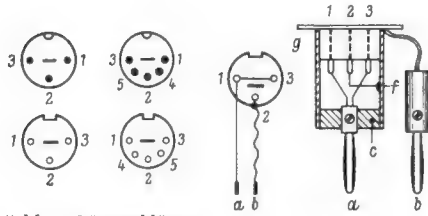
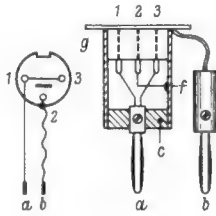
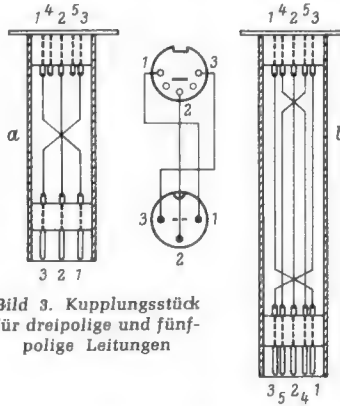
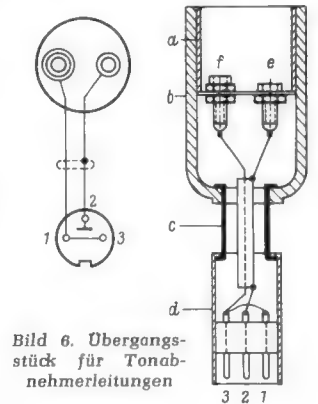

Bild 1. Lötanschlüsse bei Dioden-Normsteckern und Buchsen
Bild 2. Übergangsstück Diodenbuchse auf Bananenstecker
Bild 3. Kupplungsstück für dreipolige und fünfpolige Leitungen
Bild 6. Übergangsstück für Tonabnehmerleitungen
Zweckmäßig erregt man mit dem Impuls ein Relais, dessen Kontakte dann die gewünschten Funktionen auslösen. Die Standardschaltung hierzu zeigt Bild 2. Die in jedem Gerät vorhandene Endstufe wird über einen fest eingestellten Pegelregler auf den Ausgang des Wiedergabeverstärkers geschaltet. Parallel zum Ausgangsübertrager liegt über einen Trennkondensator ein Brückengleichrichter mit einem Ladekondensator und der Relaiswicklung. Etwaige Entzerrnetzwerke vor dem Gitter müssen vom Pegelregler umgangen werden. Der Übertrager ist mit dem Kondensator C_p auf eine von den Geräteeigenschaften abhängige Frequenz abgestimmt; infolge der starken Dämpfung ist die Resonanzkurve sehr breit. Diese Maßnahme ist grundsätzlich zu empfehlen. Um eine möglichst hohe Markierungsspannung zu erhalten, wird man den Abtastabstand nicht größer als unbedingt nötig wählen. Man macht nun zusätzlich von der unter Punkt 3 beschriebenen Möglichkeit der frequenzabhängigen Trennung Gebrauch und berücksichtigt bei der Festlegung von f_M möglichst auch die Formel (1).
Bild 2. Standardschaltung der Endstufe zur Impulsabfrage. L ist der normale Lautstärkereglere, V ein Pegelregler, mit dem der Relais-Ansprechpegel eingestellt wird. Die übrige Schaltung bis zum Hörkopf bleibt unverändert. Im allgemeinen muß lediglich dafür gesorgt werden, daß im Suchlauf der erforderliche Band - Kopf - Abstand eingehalten wird
Bei dieser Bemessung kann der Kondensator C_k unter Umständen weggelassen werden. Der Ladekondensator C_L dient mehreren Zwecken: er verhindert Flattern des Relais bei tiefen Frequenzen trotz der Frequenzverdopplung durch den Brückengleichrichter; er bringt eine Anzug- und Abfallverzögerung, die das Ansprechen bei Störimpulsen kurzer Dauer, bei Knackgeräuschen usw. verhüten soll. Bild 3 zeigt die nach dieser Schaltung gewonnene Relais-Gleichspannung.
Bild 3. Verlauf der Relaisgleichspannung in einer Schaltung nach Bild 2, jedoch mit $\alpha = 2,5$ mm. Die Unterdrückung der Wellenlänge $8,3$ mm (≈ 30 Hz) gegenüber der Wellenlänge 19 mm der Markierungsfrequenz 10 Hz beträgt etwa 17 dB. Der gegen Bild 1 steilere Verlauf rührt im wesentlichen vom vergrößerten Abstand her, zum kleinen Teil wirken sich die Abstimmung des Ausgangsübertragers und die Gleichrichtercharakteristik aus.
Rechts: Bild 4. Die einfachste Vorwahlschaltung. Der Magnet M des Schrittschaltwerkes Sch wird vom Impulsrelais I aus Bild 2 erregt. Das Relais A zieht nach Erreichen der vorgewählten Impulszahl an; seine Kontakte setzen entweder das Gerät +U still oder leiten automatische Wiedergabe ein
Zunächst noch einen Rat an alle Amateure, die sich nicht oft mit Löt- und Schaltarbeiten befassen: Zeichnet vor dem Beginn die zu verdrahtende Schaltung nochmals mit Bleistift auf und vergleicht sie mit dem Original. Dann ist zu prüfen, ob der LötKolben wirklich heiß und gut verzinnt ist. Dann die Lötstellen für sich verzinnen... und dann erst anlöten! Nach dem Löten ist die fertige Verbindung auf der Bleistift-Skizze mit Farbstift nachzuziehen, so daß man jederzeit sehen kann, was fertig ist oder was noch fehlt. Zu beachten ist ferner, daß die Lötanschlüsse bei Normbuchse und Normstecker seitenverkehrt liegen (Bild 1); Leitungen nicht zu kurz abschneiden, denn kürzen kann man immer noch! Bei Abschirmgeflechten darauf achten, daß abspreizende Drähtchen keine Kurzschlüsse bilden! Bei den winzigen Lötflächen oder Lötstiften darauf achten, daß kein Lötzinn überläuft oder zu große Lötspitzen die Metallhülsen berühren. Wenn möglich, sind dünne Isolierfolien (Plastikmaterial) zwischen den Gefahrenstellen anzubringen! Da die fünfpoligen Buchsen auch zu den dreipoligen Steckern passen, ist es ratsam, einheitlich fünfpolige Buchsen zu verwenden.
Zunächst benötigt man Leitungen für den Übergang vom Normstecker auf Geräte mit den alten Telefonbuchsen und umgekehrt. Als Abschirmhülsen hierfür besorge man sich dünnwandige Messinghülsen, wie sie in Geschäften für Angelsport-Bedarf zu erhalten sind. Man preßt nach Bild 2 auf einer Seite die Normbuchse ein und führt durch einen Schlitz die Litze für den Bananenstecker heraus. Sie wird mit Stift 2 der Normbuchse und dem Gehäuse (Punkt f) gut verlötet.
Ähnlich ist der Aufbau der Kupplungsstücke nach Bild 3. Hierbei ist zu beachten, daß die Leitungen im Innern der Abschirmhülse lang genug sein müssen und zuerst an die Lötflächen der Buchsenteile zu löten
Ein weiteres Übergangsstück, ähnlich dem in Bild 2, aber Stecker- und Kupplungsteil vertauscht, ist in Bild 6 dargestellt. Es dient zum abgeschirmten Anschließen von Tonabnehmerschnüren vom Plattenspieler oder
Bild 14. Zwischen- und Übergangsstücke; a = Übergangsstück nach Bild 6, b = Zwischenstück (flexibel) nach Bild 5, c und d = Übergangsstücke nach Bild 3, e = Zwischenstück nach Bild 5, f = T-Verteiler nach Bild 4, g = Fernschaltstecker für Saba-Tonbandgeräte, h = Übergangsstück nach Bild 2, i = Überspielleitung vom Fernseh- oder Rundfunkgerät mit 5...10-Ω-Ausgang auf Tonbandgerät